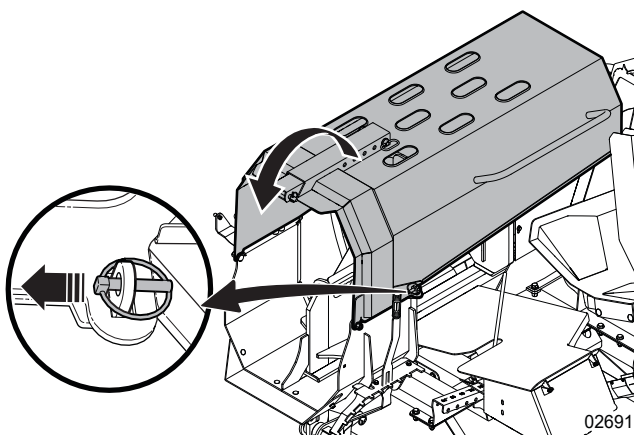

Figure 16—Esse et languette du loquet de la goulotte de fendage
2. Sur le côté droit de la goulotte de fendage, retirez la goupille de la languette du loquet. Consultez *Figure 16*